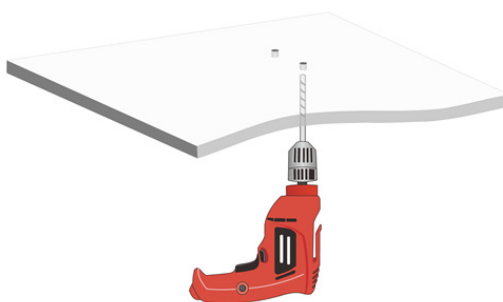

図 3-8 天井の穴あけ
- 2) マーキングをした位置に、図 3-8 の通り直径 6mm の穴を開けてください。